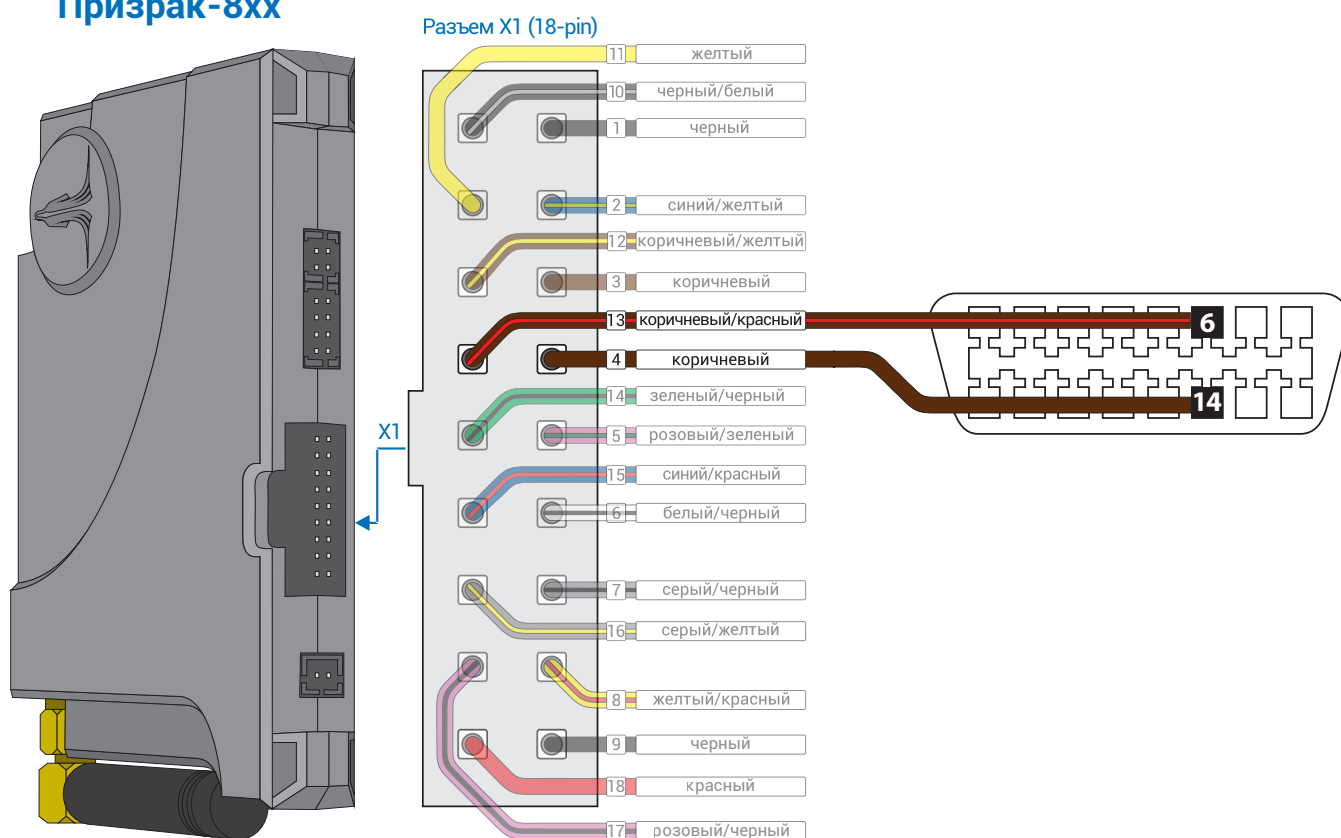

Рис.1 Призрак-8хх
1. Осуществите подключение (см. рис. 1) и согласуйте систему Призрак с а/м (см. Integrator).